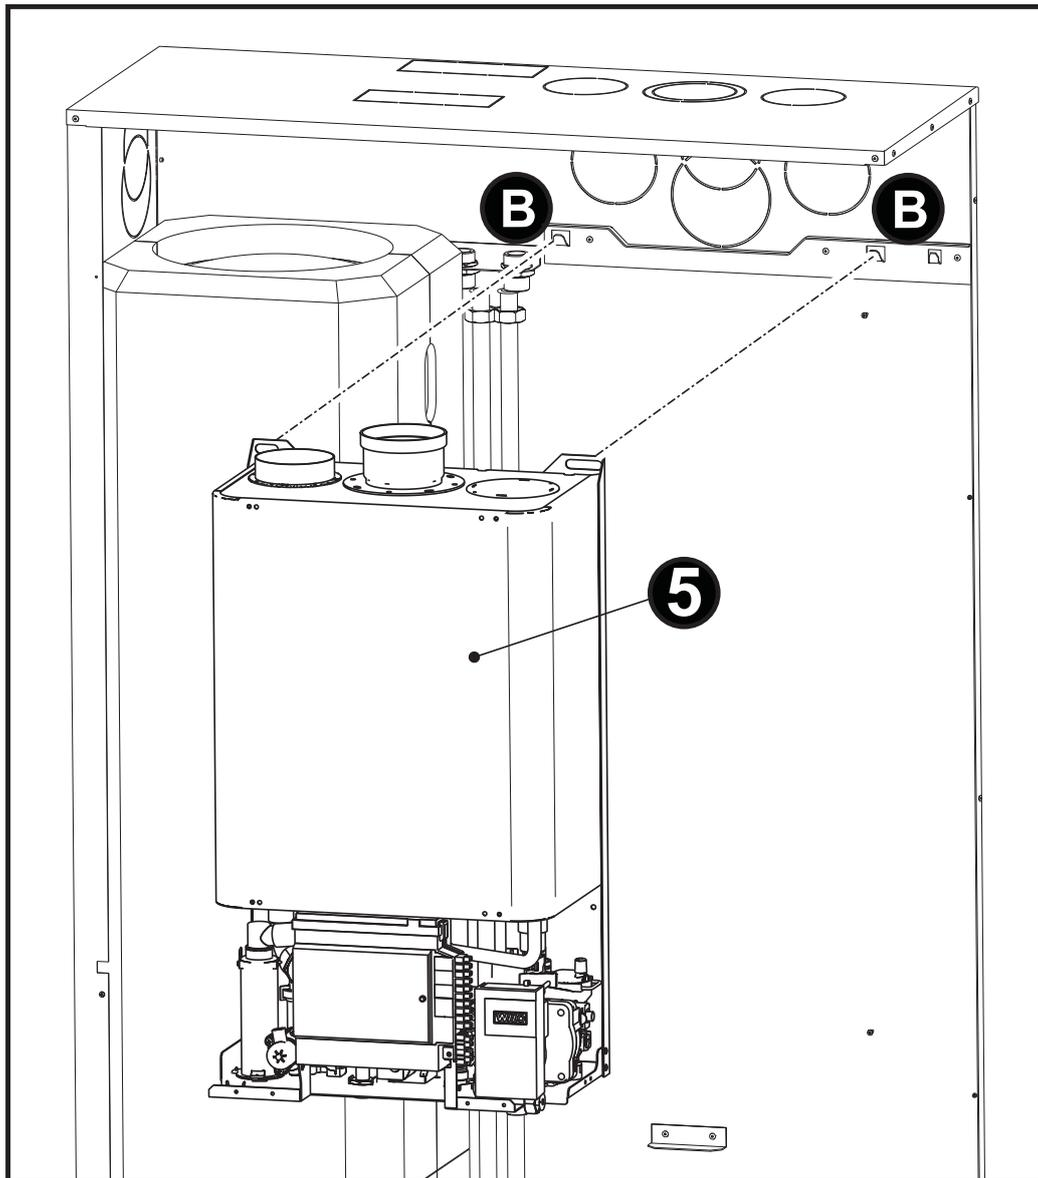

fig. 28
- Agganciare la **Caldaia (5)** nei punti “**B**” indicati in fig. 28.